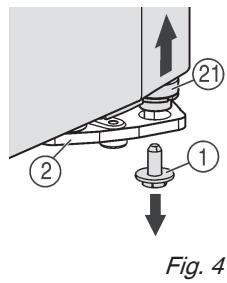
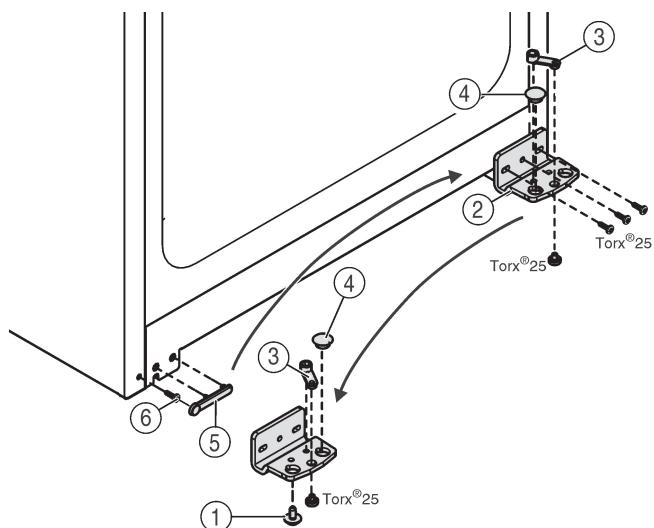

Fig. 4
Fig. 5
- Vpravo dole na stojanu ložiska vyšroubujte pojistný šroub Fig. 4 (1).
- ▷ Ložiskový čep Fig. 4 (21) se uvolní ze stojanu ložiska Fig. 5 (2).
- Pokud se ložiskový čep Fig. 4 (21) neuvolní, vytlačte čep zdola.
- Našroubujte stojan ložiska Fig. 5 (2).
- Našroubujte ložiskový díl Fig. 5 (3) a přemístěte do protilehlého upínačího otvoru stojanu ložiska, opět přišroubujte.
- Vyjměte ze stojanu ložiska zátku Fig. 5 (4) a nasadte do protilehlého upínačího otvoru stojanu ložiska.
- Opatrně zvedněte kryt Fig. 5 (5) na straně madla.
- Vyšroubujte šroub Fig. 5 (6) a na protější straně ho opět nasadte.
- Kryt Fig. 5 (5) opět nasadte.
- Přišroubujte opět stojan ložiska Fig. 5 (2) na novou stranu závěsu (**silou 4 Nm**), příp. pomocí akumulátorového šroubováku.
- Zašroubujte a dotáhněte pojistný šroub Fig. 4 (1) dole do ložiskového čepu (**silou 4 Nm**).